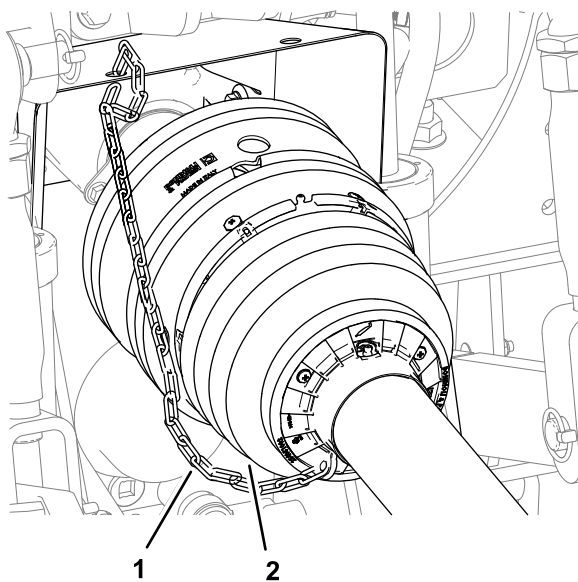

Figure 17
5. Vérifiez que la chaîne de retenue est bien installée entre la protection avant d'arbre de PDF et une partie fixe du véhicule tracteur (Figure 17).